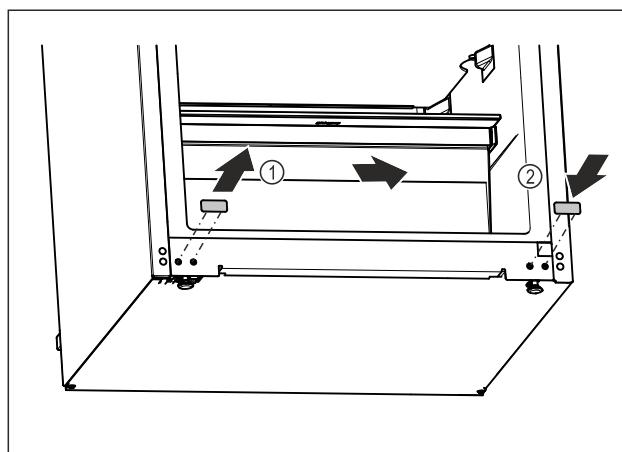

Fig. 20
- Извлеките заглушку. Fig. 20 (1)
- Установите заглушку на противоположной стороне. Fig. 20 (2)